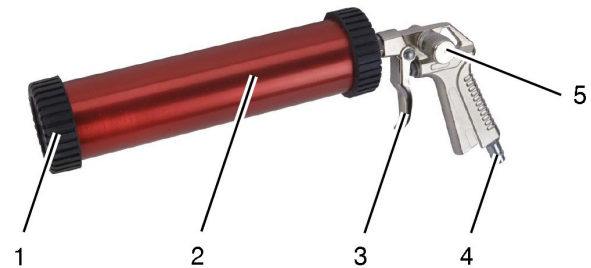

Abb. 1: Bedienelemente KP-R
- Geben Sie ab und zu einen Tropfen Öl an das Ventil (Pos. 2, Abb. 1) dadurch wird vermieden, dass der Ventilstift schwer geht und eventuell verklemmt.